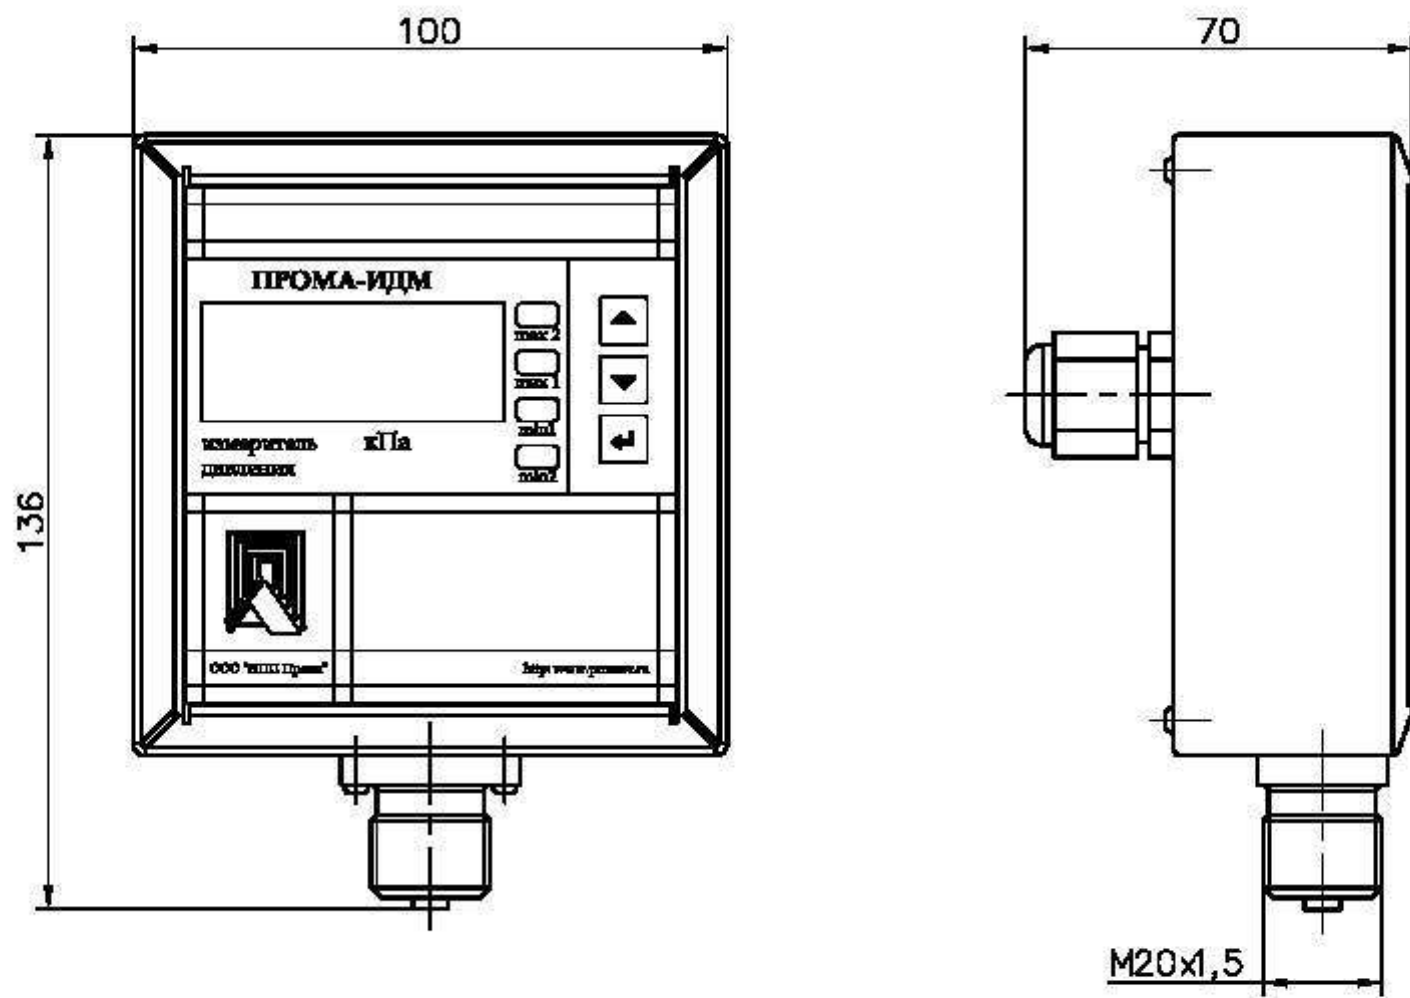

Рис. 3.2.Измеритель Пром-ИДМ-ДИ –Р (газ). Исполнение для
- Рис. 3.2. Измеритель Прома-ИДМ-ДИ-Р (газ). Исполнение для штуцерно-резьбового монтажа. Габаритный чертеж.